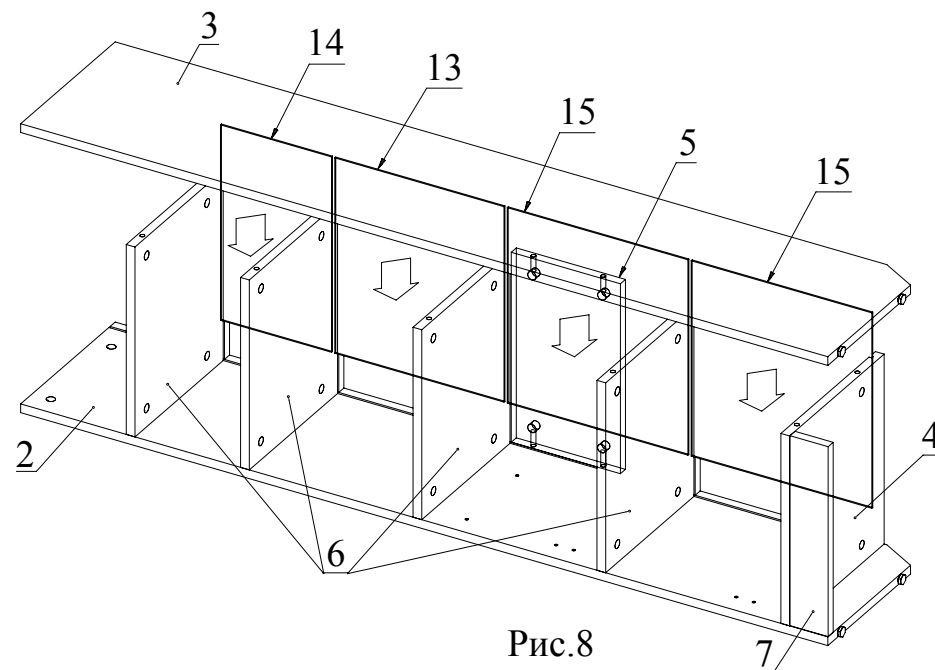

Рис.8
8. Вставьте задние стенки 13, 14, 15 из ДВП в пазы деталей 2, 6. Установите деталь 3 на детали 4, 5, 6, 7 и затяните головки минификсов (Рис. 8).